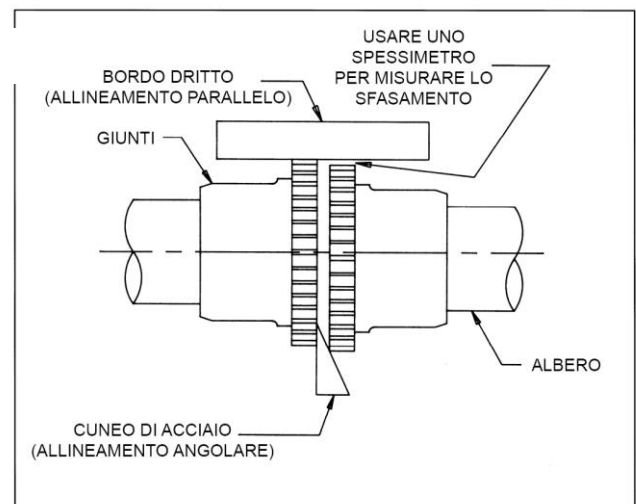

Figura 2
1. Allineare il giunto rispettando i limiti specificati dal costruttore per il disallineamento parallelo e angolare (vedi Figura 2). È possibile utilizzare anche un comparatore o un laser se si desidera una maggiore precisione di allineamento. Le regolazioni devono essere effettuate spostando il motore per cambiare l'angolazione dell'albero e con l'uso di spessori per modificare l'altezza dell'albero motore. Non spostare l'albero né i cuscinetti del ventilatore.